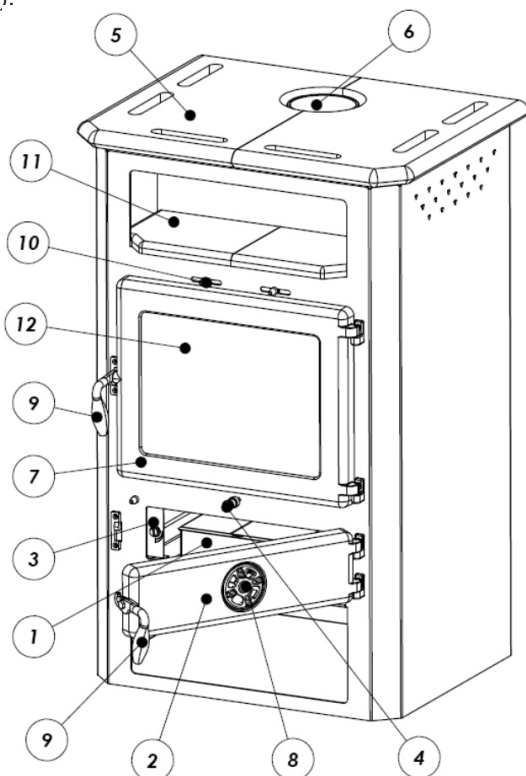

Рисунок 1
Верхняя поверхность печи и дно отсека для подогревания сделаны из природного камня (рисунок 1, позиция 5). Чугунный дымоотводный патрубок (рисунок 1, позиция 6) монтирован на печь двумя винтами.
Дверца топочной камеры (рисунок 1, позиция 7) чугунная и оснащена термостойким стеклом (рисунок 1, позиция 12), дверца зольного ящика (рисунок 1, позиция 2) чугунная с регулятором подачи воздуха (воздушная заслонка, регулирующая интенсивность горения топлива) (рисунок 1, позиция 8).
**Составные элементы печи (Рисунок 1):**